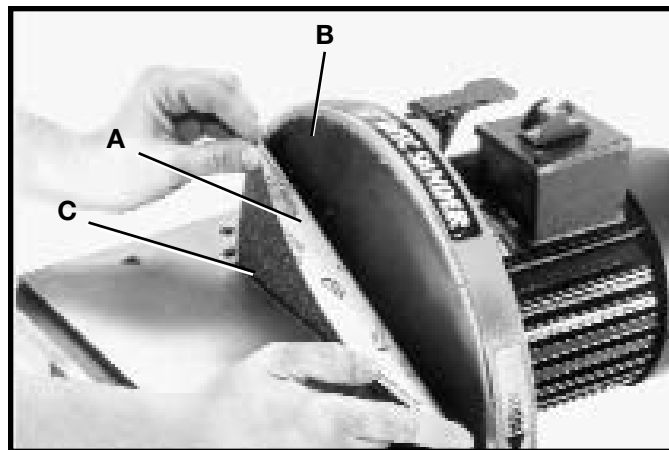

Fig. 21
1. Para quitar el disco abrasante (A) Fig. 21, sencillamente separe el disco abrasante usado de la máquina, como se ilustra aquí.
2. Para instalar un disco abrasante nuevo, asegúrese de que el plato del disco (B) Fig. 21 se encuentre limpio, seco y libre de cualquier tipo de aceite o engrase.
4. Deslice el nuevo disco abrasante entre la mesa (C) Fig. 21 y el plato del disco (B), presionando la parte superior del disco abrasante (A) en su sitio.
5. Gire el plato del disco (B) Fig. 21 manualmente una mitad de vuelta y presione el disco abrasante firmemente sobre el plato del disco (B).
6. **⚠ADVERTENCIA: ASEGURESE DE QUE EL DISCO ABRASANTE (A) FIG. 21 SE ENCUENTRE EN POSICION DE MANERA SEGURA ANTES DE APLICAR ENERGIA A LA MAQUINA.**